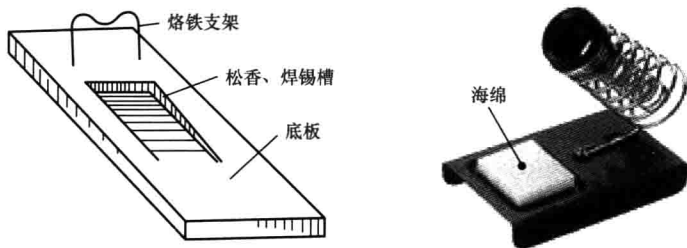

图 1-10 烙铁架
(1) 使用前必须检查两股电源线和保护接地线的接头是否正确, 否则会导致元器件损伤, 严重时还会引起操作人员触电。
(2) 电烙铁要用 220V 交流电源, 使用时要特别注意安全。
(3) 新电烙铁使用前, 应用细砂纸将烙铁头打光亮, 通电烧热, 蘸上松香后用烙铁头刃面接触焊锡丝, 使烙铁头上均匀地镀上一层锡。
(4) 电烙铁工作时要放在特制的烙铁架上, 烙铁架一般应置于工作台右上方, 烙铁头部不能超出工作台, 以免烫伤工作人员或其他物品。常用烙铁架如图 1-10 所示。